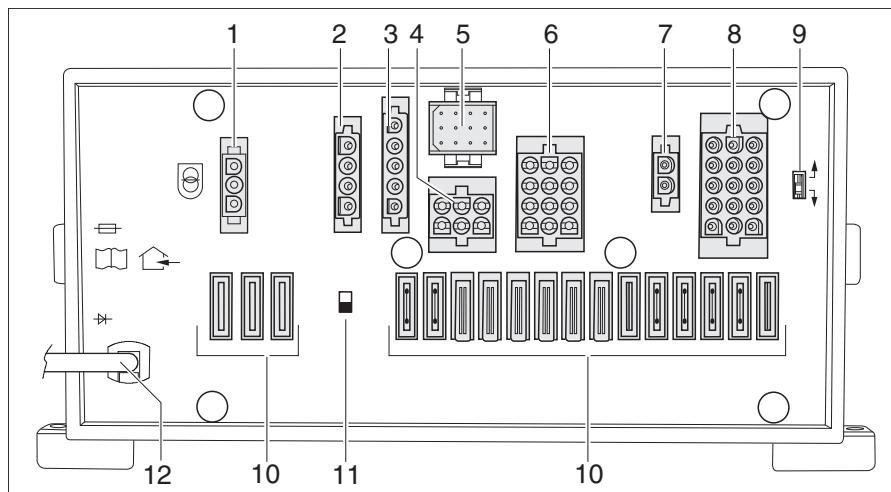

Fig. 266 Centralina elettrica (EBL 31-2)
**Ubicazione** A seconda del modello, la centralina elettrica EBL 31-2 (Fig. 266) si trova sotto il sedile del conducente oppure sotto il sedile.
- ▷ L'interruttore staccabatteria (Fig. 266,12) disconnette dalla rete a 12 V tutte le utenze collegate alla centralina elettrica.